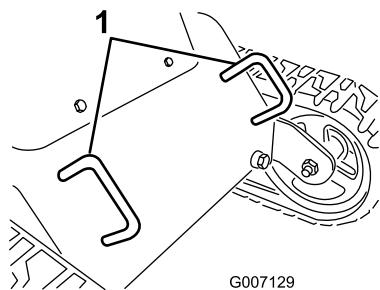
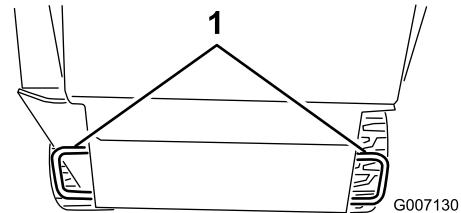

Figure 36
Figure 37
3. Pour arrimer le groupe de déplacement sur la remorque, passez des chaînes ou des sangles dans les points d'attache/de levage situés à l'avant et à l'arrière (Figure 36 et Figure 37).
Vous pouvez soulever le groupe de déplacement en vous servant des points d'attache/de levage (Figure 36 et Figure 37).